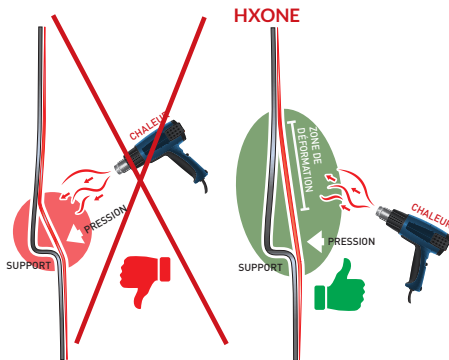

Figure 09
- › Tendre le film sur le support de façon à ce que ce dernier touche les parties en relief. (FIG. 09)